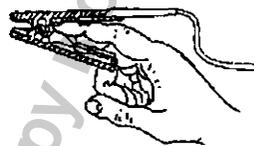

Рис. 2.
- 3,4,5 - кнопки управления пределами тревожной сигнализации по сатурации (SpO_2), по частоте пульса (PR), регулировки громкости пульса и «ALARM»;
1.4.1.3. Датчик пульсоксиметрический выполнен в виде клипсы, которая надевается на палец пациента так, как показано на рис. 2.
- если желтый индикатор 9, рис. 2, горит непрерывно, то аккумулятор заряжен хорошо и можно работать.
2.3.7. При выходе за установленные границы хотя бы одного из параметров (**SpO₂** или **PR**) раздастся звуковой и появится световой (7, рис.2.) сигналы тревоги, а параметр, который вышел за границу, начнет мигать.